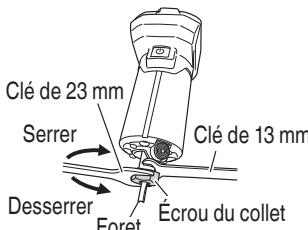

Fig. 10
(1) Retirer l'ensemble de la base du corps.
(2) Insérer à fond le foret dans le trou du cône du collet. (La distance est de 15 mm ou plus du côté de l'écrou du collet.)
(3) Utiliser une clé de 13 mm pour fixer la tige et serrer solidement l'écrou du collet avec la clé fournie. (Fig. 10)